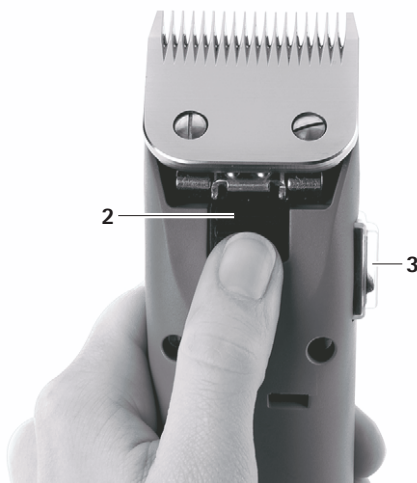

Fig. 4
- Per disattivare la tosatrice FAV5 premere l'interruttore di accensione/spegnimento 3, vedere Fig. 4.
- Premere il bloccaggio della testa di tosatura 2, vedere Fig. 4.